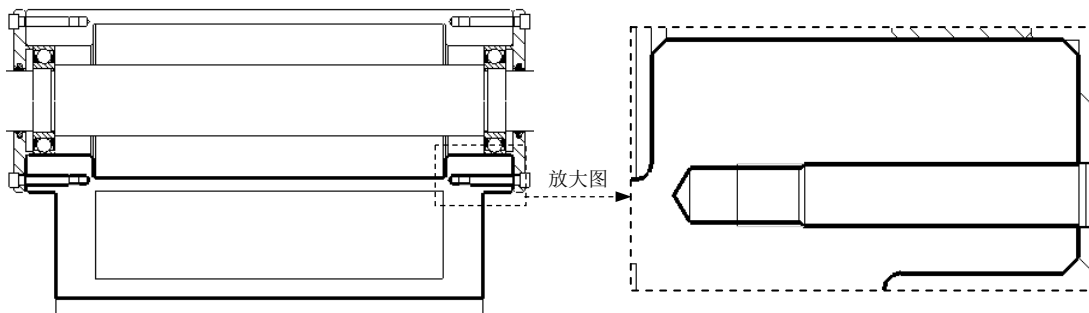

图 3.9.19 创建封闭区域（二）
④ 创建封闭区域（二）。参照上面的步骤，创建图 3.9.19 所示的封闭区域（二），选取螺纹孔的边线时，选取其外围边线。